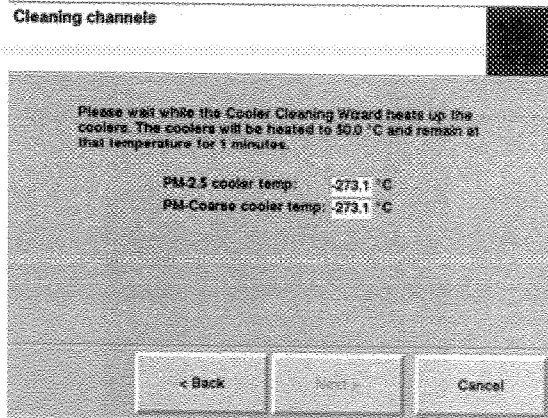

图 2-67 清洁管道界面
(9)系统将自动开始加热冷却器到 50℃,清洁冷却器。向导将显示计时界面来显示完成清洁的剩余时间(图 2-67)。注意:务必使用与仪器配套的有接口的 Y 形适配器。它将通过冷却器的气流限制在允许的流速;